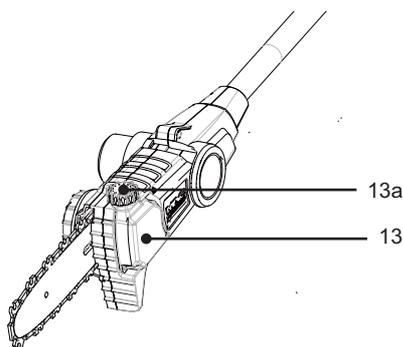

Fig. 19
- > Vérifiez le niveau d'huile avant la mise en marche et régulièrement au cours de l'opération. Rechargez en huile quand le niveau d'huile est en-dessous de la marque « MIN ». (Fig. 19)